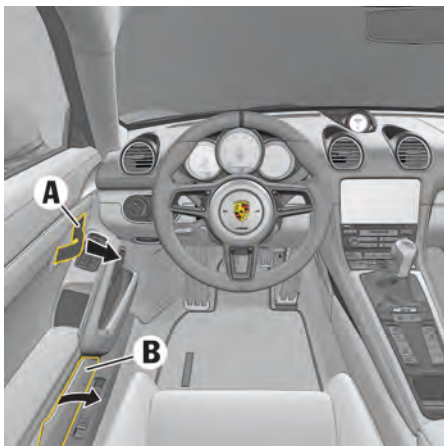

図 99：車内からドアを開く
- ▶ インナードアハンドル **A** を引いてください (図 99)。